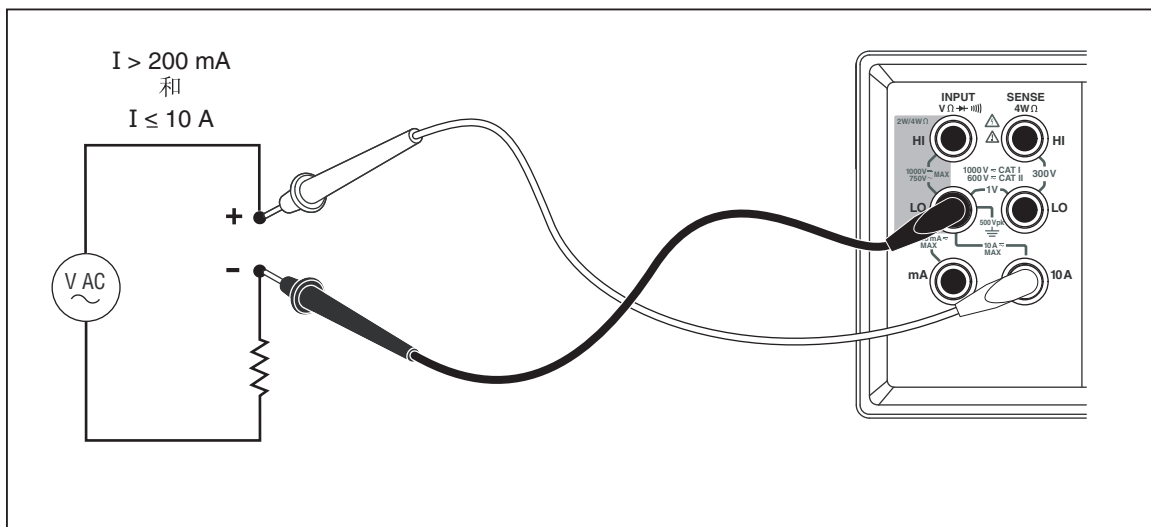

图 3-9。电流测量 200 mA~10 A
5. 若预计电流为 200 mA~10 A, 请务必将表笔连接到 10A 和 LO 端子。请见图 3-9。